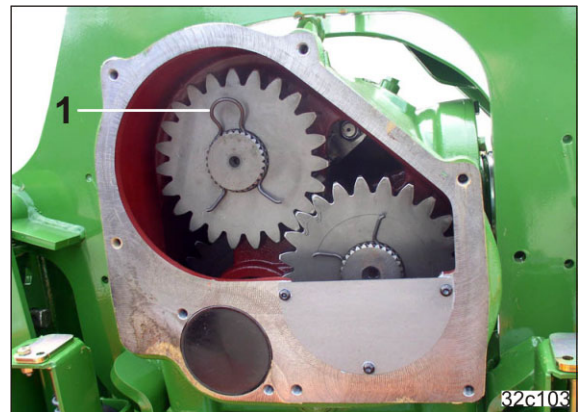

図 122
4. 保持スプリング ( 図 122/1 ) を取り外します。